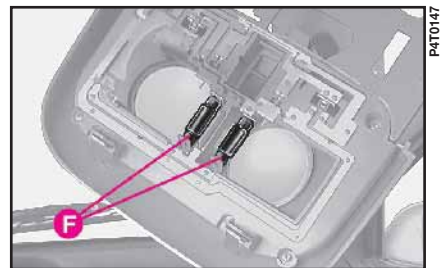

fig. 43
5) Separe las lámparas **F** (fig. 43) de los contactos y sustitúyalas.